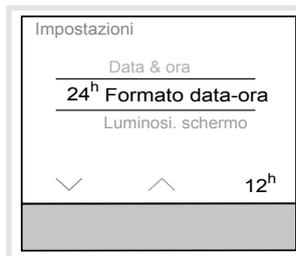

Figura 11: Impostazione formato tempo
Il formato tempo passa dalla visualizzazione 24^h a quella 12^h. Nella barra di funzione (8) compare il 24^h, per poter nuovamente ripristinare la visualizzazione 24^h (figura 11).